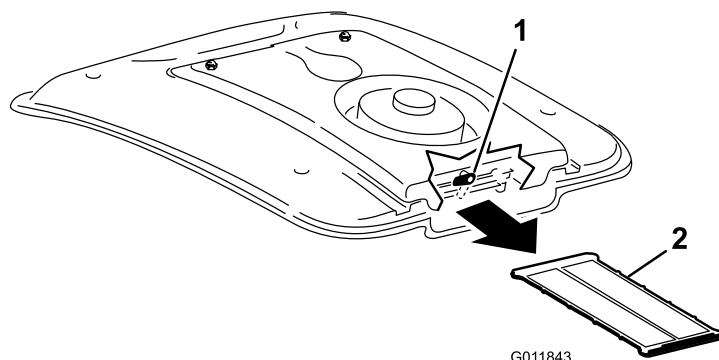

Figura 88
2. Ruotate di lato il dispositivo di chiusura sulla parte posteriore del supporto della ventola (Figura 88).
3. Estraiete la griglia A/C da sotto la serpentina refrigerante (Figura 88).
4. Pulite accuratamente la griglia con aria compressa (Figura 88).